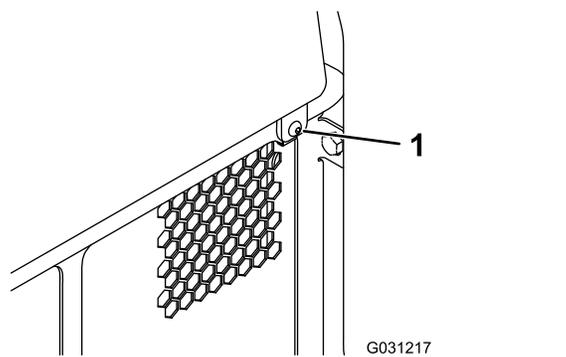

Рисунок 34
- Снимите фиксатор (Рисунок 34).
- Чтобы получить доступ к внутренним компонентам, поднимите заднюю крышку доступа (Рисунок 34).